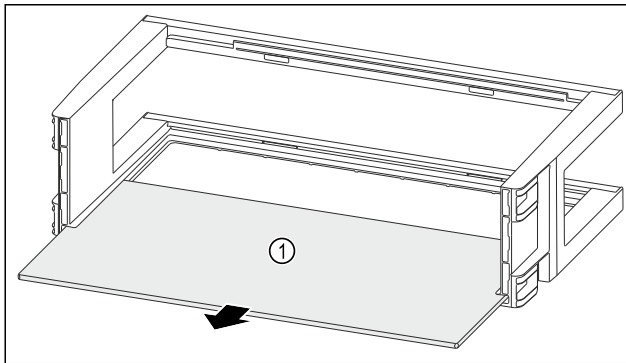

Fig. 107
- Abstellfläche Fig. 107 (1) entnehmen.